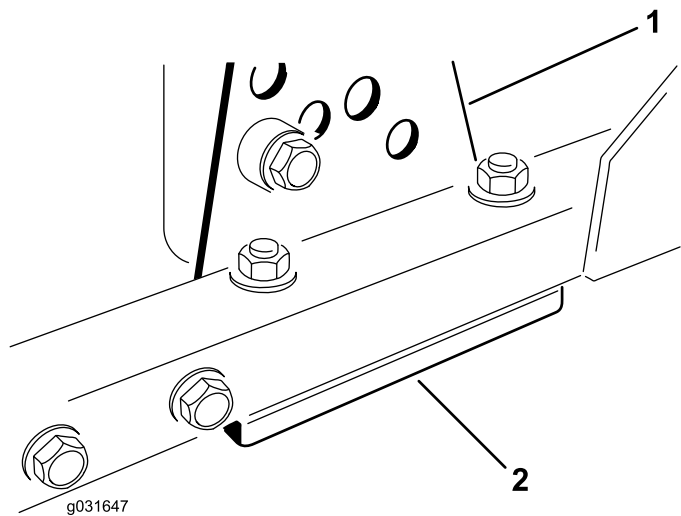

Рисунок 71
1. Снимите кронштейн высоты скашивания (передний, левый или правый) с рамы режущего блока (Рисунок 71).
2. Установите регулировочные прокладки толщиной 1,5 мм и/или 0,7 мм между рамой режущего блока и кронштейном, чтобы получить необходимую настройку высоты скашивания (Рисунок 71).
3. Установите кронштейн высоты скашивания на раму режущего блока, используя оставшиеся регулировочные прокладки, установленные под кронштейном высоты скашивания (Рисунок 71).